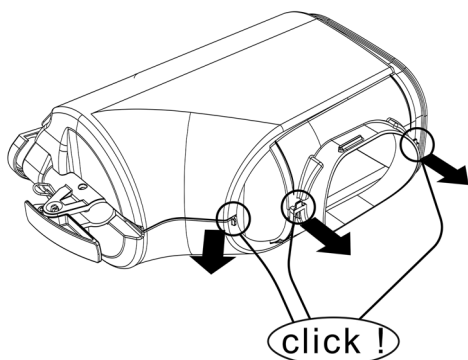

figure 13
- 1 Ouvrir les deux parties en les faisant cliquer. (voir figure 13).